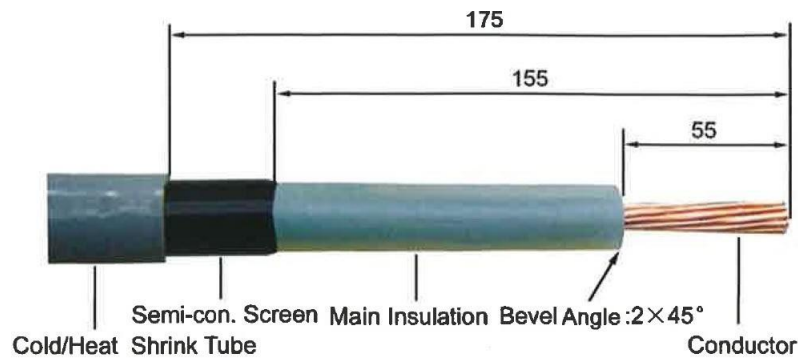

Figura 3-13 Despegue el cable
- 1) Retire la protección de cobre del extremo del tubo termorretráctil frío/caliente. Retire la capa semiconductora y el aislamiento según las dimensiones indicadas en la figura 3-13.